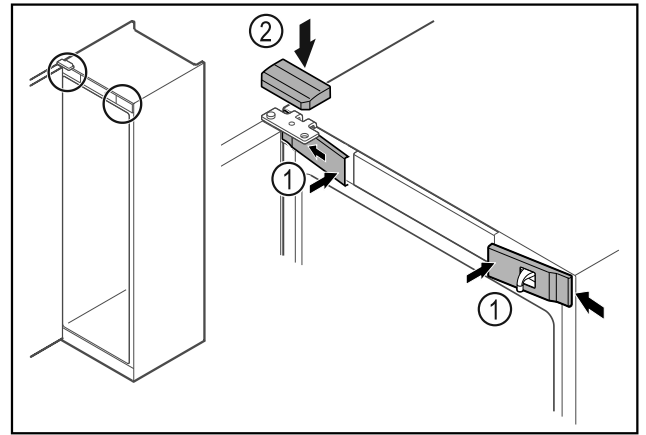

Fig. 38
- Αναρτήστε τα μπροστινά καλύμματα Fig. 38 (1) στο πλάι και κουμπώστε τα.
- Κουμπώστε το επάνω κάλυμμα Fig. 38 (2) από πάνω.